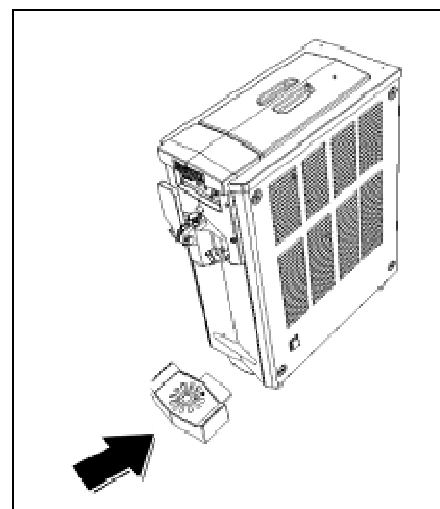

Abb. 22
- Die Tropfschale wieder anbringen (Abb.22).